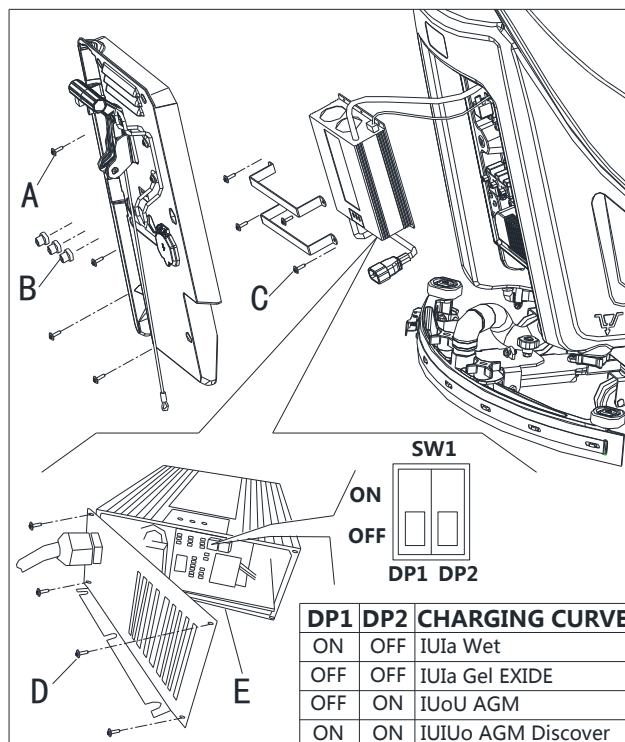

Abbildung 4.1
6. Entfernen Sie die Schrauben (A, B, C, D, Abbildung 4.1).
7. Öffnen Sie das Ladegerät und suchen Sie SW1 (E, Abbildung 4.1).
8. Stellen Sie die Schalter gemäß Tabelle (Abbildung 4.1) ein.
9. Montieren Sie die Schrauben (A, B, C, D, Abbildung 4.1) nach erfolgter Einstellung.